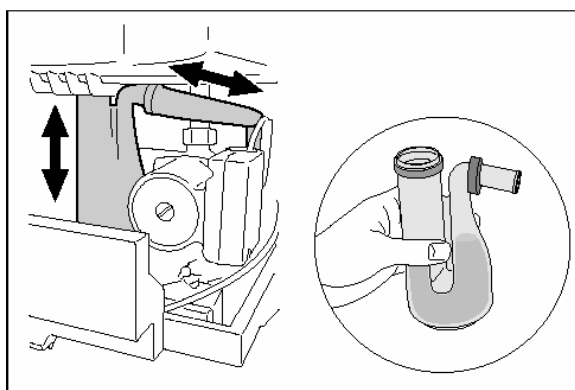

fig. 36 Rengöring av vattenlås
- Vattenlåset som har gummitätning dras ner från upphängningen och dras ur avloppet (fig.36).